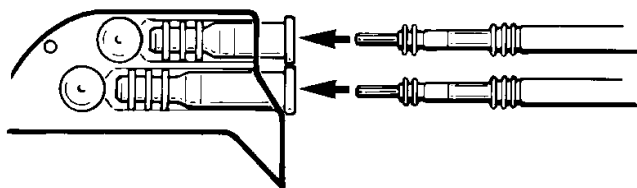

Figure 2. *Insertion du connecteur mâle de la sonde dans le générateur d'impulsions.*
3. Insérer délicatement la fiche mâle du connecteur de la sonde ou des sondes dans les connecteurs du générateur d'impulsions (voir Figure 2). Si nécessaire, utiliser de l'eau stérilisée comme lubrifiant.